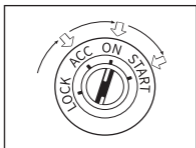

Abbildung 3.1.4
4. Drehen Sie die Zündung in die Position EIN (II) (siehe Abbildung 3.1.4), starten Sie den Motor NICHT.